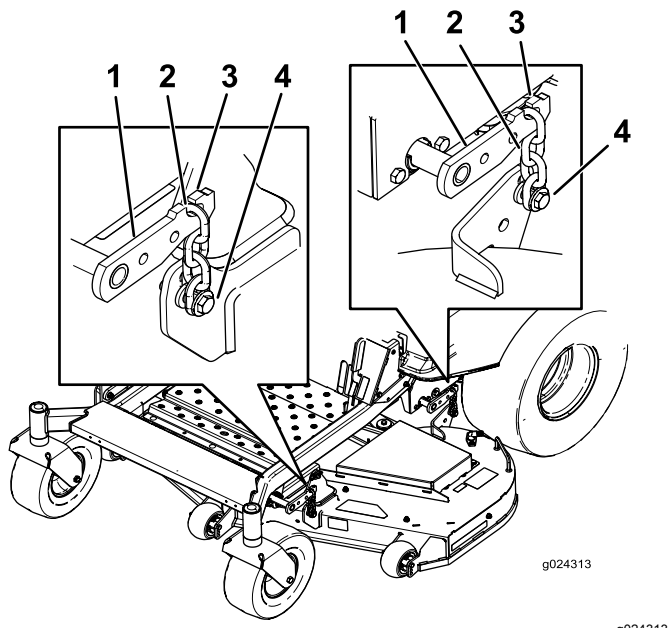

Figura 72
5. Desaperte os parafusos de ajuste nos 4 cantos de forma que a plataforma assente de forma segura nos quatro calços (Figura 72).
6. Certifique-se de que existe tensão nas 4 correias (Figura 72).
7. Aperte os 4 parafusos de ajuste (Figura 72).